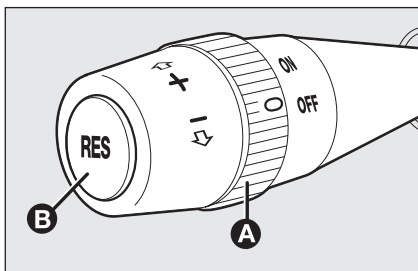

fig. 75
Ruotare la ghiera **A**-fig. 75 in posizione **ON**.
- ruotare la ghiera **A**-fig. 75 su **ON** e premendo il pedale dell'acceleratore portare la vettura alla velocità desiderata;
- premere il pulsante RES **B**-fig. 75.
Ruotare la ghiera **A**-fig. 75 su **OFF** o la chiave di avviamento in posizione **STOP**. Il dispositivo viene inoltre automaticamente disinserito premendo il pedale del freno o della frizione.